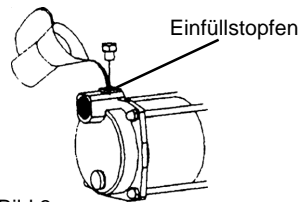

Bild 3
- Öffnen Sie den Einfüllstopfen und befüllen Sie das Hauswasserwerk komplett mit sauberem Wasser, bis dieses aus dem Einfüllstopfen austritt, siehe Bild 3.